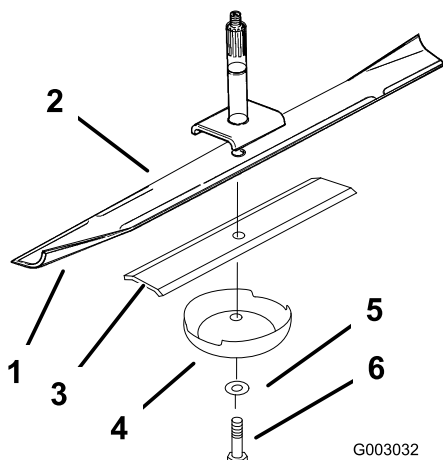
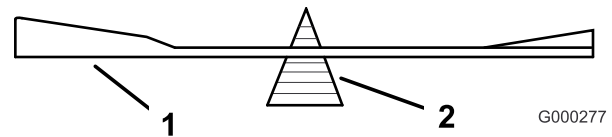

Figure 48
Figure 50
2. Enlevez de l'axe le boulon, le renfort de lame, la rondelle et la lame (Figure 48).
2. Vérifiez l'équilibre de la lame en la plaçant sur un équilibreur (Figure 50). Si la lame reste horizontale, elle est équilibrée et peut être utilisée. Si la lame est déséquilibrée, limez un peu l'extrémité de la partie incurvée seulement (Figure 48). Répétez la procédure jusqu'à ce que la lame soit équilibrée.
1. Placez la lame sur l'axe (Figure 48).
**Important:** Pour obtenir une coupe correcte, la partie incurvée de la lame doit être tournée vers le haut et dirigée vers l'intérieur du carter de tondeuse (Figure 48).
2. Posez la lame, le renfort, la rondelle plate et le boulon de lame (Figure 48).